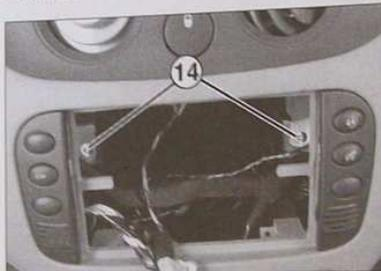

FIG. 28
- les vis de fixation (14) (Fig.28).